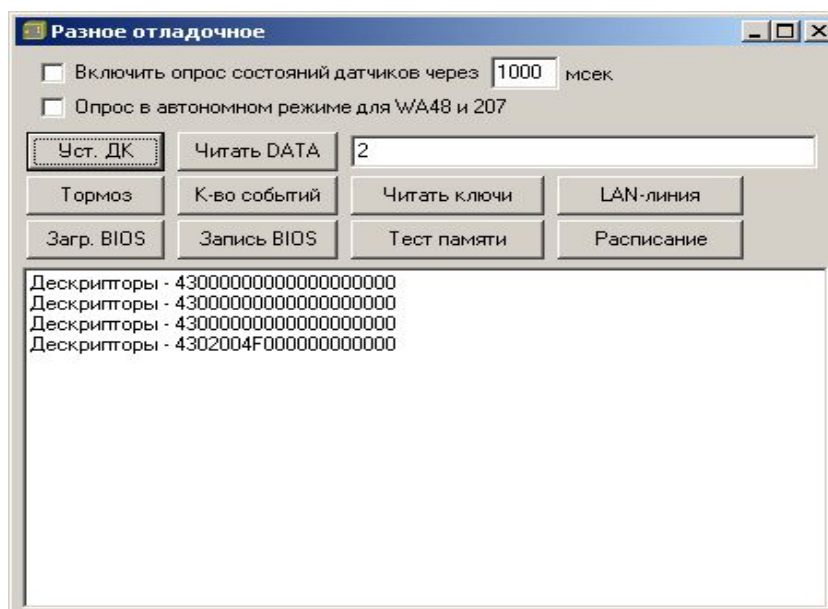

Рис. 8
- Выбрать вкладку «Режимы» ⇒ в поле ввода нужно записать подряд номера портов контроллера, на которых стоят считыватели с кодонаборниками. Для записи установок в память контроллера необходимо нажать кнопку «Уст. ДК» (установить дескриптор) (см. Рис. 8). При этом в поле “Характеристики контроллера” отобразится информация о том, на каких портах установлены считыватели с кодонаборниками. В поле “События и сообщения” (в главном окне программы) появится запись “SetKeyPad”.